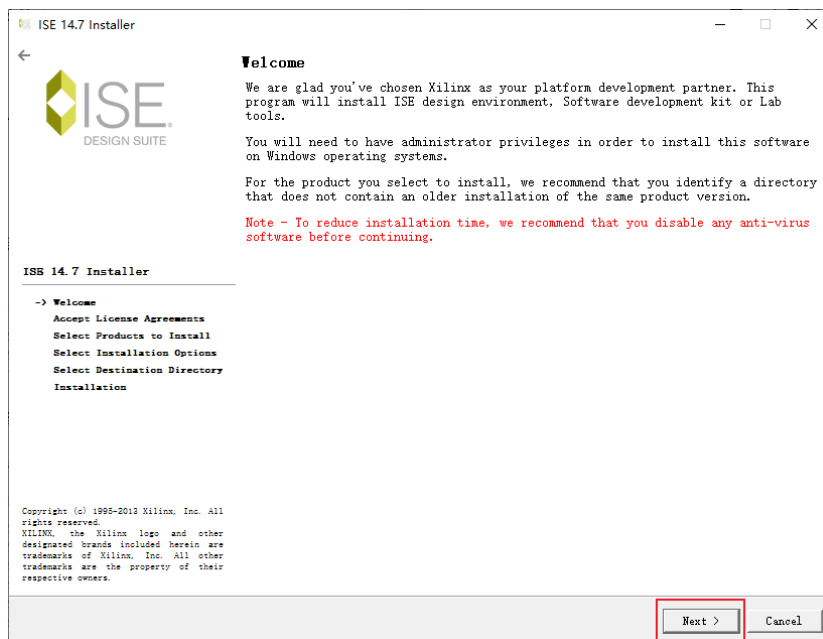

图 1-3 安装程序运行弹出欢迎页面
3) 安装程序运行后弹出欢迎界面，选择 “Next>” 进入下一步即可，如图 1-3 所示。